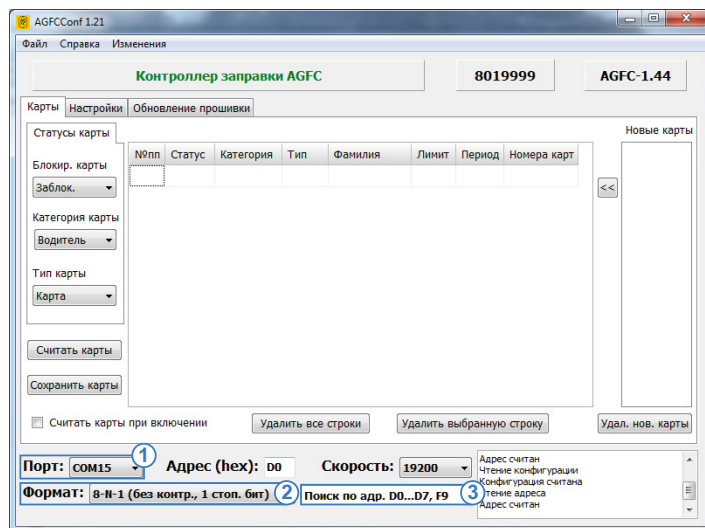

Рис.5. Поиск устройства по диапазону адресов ТПК.
6. После завершения установки драйверов система распознает подключенное устройство (Рис.5). Так как ТПК «AGFC» подключается через преобразователь интерфейсов USB-RS485 «TKLS-Prog», то драйвера будут установлены для преобразователя – TKLS-Dongle.
- в программе «AGFCConf» выбрать COM-порт к которому подключен ТПК (Рис.5, п.1). Посмотреть порт устройства можно в Диспетчере устройств системы;
- настроить формат передачи. По умолчанию – 8-N-1 (Рис.5, п.2);
- выбрать диапазон адресов ТПК «AGFC» – Поиск по адресам D0...D7, F9 (Рис.5, п.3);